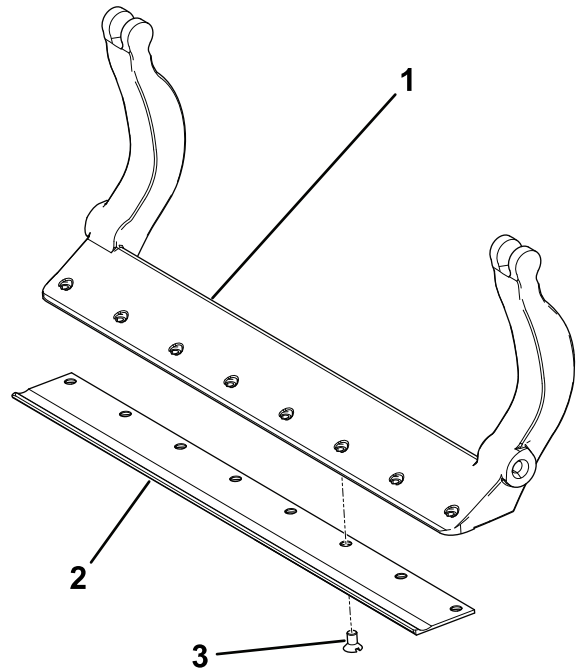

Bild 33
3. Tragen Sie Gewindesicherungslack auf die Schrauben auf und befestigen Sie das Untermesser wie folgt (Bild 33):
- A. Ziehen Sie die zwei äußeren Schrauben auf ein Drehmoment von 1 Nm an, siehe Bild 33.
- B. Fangen Sie in der Mitte des Untermessers an und ziehen Sie die Schrauben mit 23-28 Nm fest, siehe Bild 33.